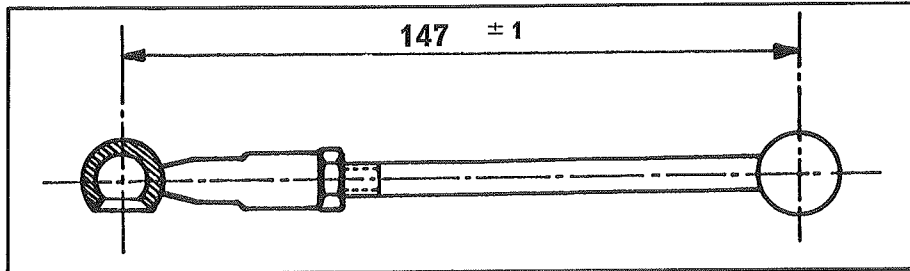

Fig. 3
- la tringle de sélection (E) (fig. 2) (pré-réglage avant montage 147 mm) (fig. 3).